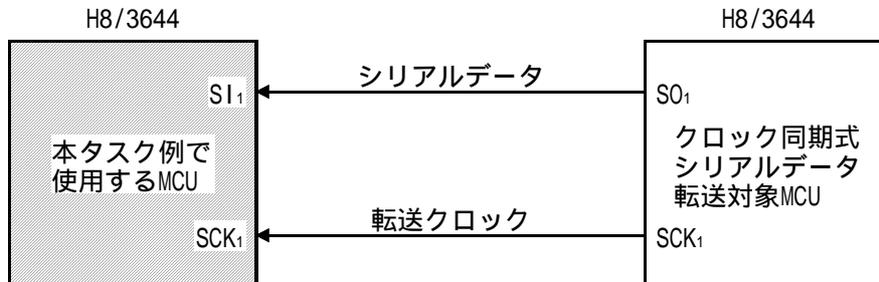

図1 クロック同期式シリアルデータ受信
- (1) 図1に示すようにクロック同期式シリアル転送機能を使用して、4バイトの8ビットデータを受信します。
- (2) 転送クロックは、外部クロックを使用します。
- (3) 受信するデータのデータ長は8ビットで、データの最下位ビットから受信するLSBファースト方式による受信を行ないます。